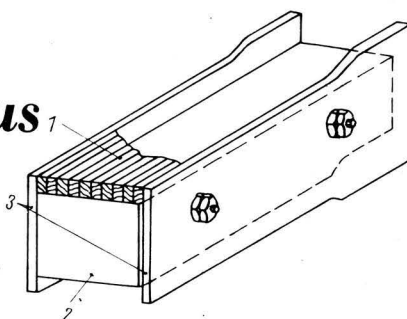

Bild 1
1. Vorrichtung zum Teilen der Konturen von Riemen fr Ruderboote, Galeeren usw. (Bild 1)